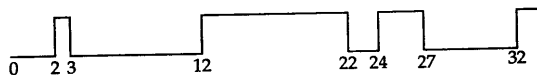

图2-10 变量BullsEye 的波形
6. 写出产生图 2-10 所示波形的变量 *BullsEye* 的初始化语句。